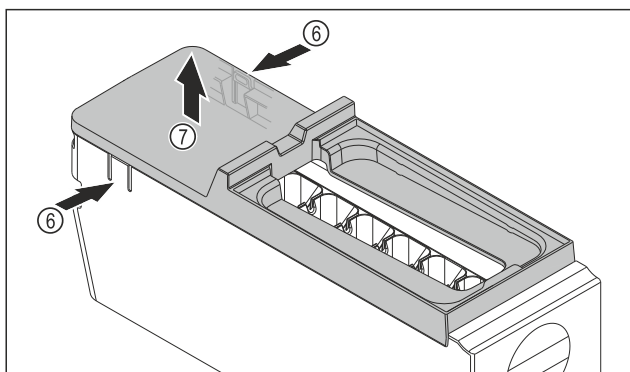

Fig. 145
- Retirer le couvercle du corps de l'EasyTwist-Ice : D'une main, pousser les languettes Fig. 145 (6) des deux côtés du corps de l'EasyTwist-Ice.
- De l'autre main, retirer le couvercle Fig. 145 (7) vers le haut.